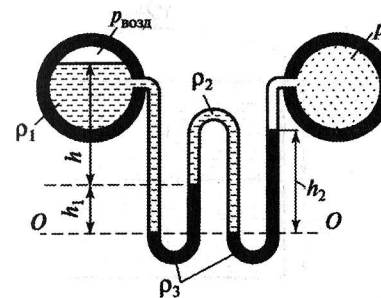

Рис. 2.7
**Задача 2.8.** Разность давлений между двумя горизонтальными цилиндрическими сосудами, наполненными водой и газом (воздухом), измерена с помощью дифференциального манометра, наполненного спиртом ( $\rho_2$ ) и ртутью ( $\rho_3$ ). Зная давление воздуха над свободной поверхностью воды в одном из сосудов, определить давление газа  $p$ , если  $p_{\text{возд}} = 2,5 \cdot 10^4 \text{ Н/м}^2$ ;  $\rho_1 = 1000 \text{ кг/м}^3$ ;  $\rho_2 = 800 \text{ кг/м}^3$ ;  $\rho_3 = 13\,600 \text{ Н/м}^3$ ;  $h_1 = 200 \text{ мм}$ ;  $h_2 = 250 \text{ мм}$ ;  $h = 0,5 \text{ м}$ ;  $g = 10 \text{ м/с}^2$  (рис. 2.7).